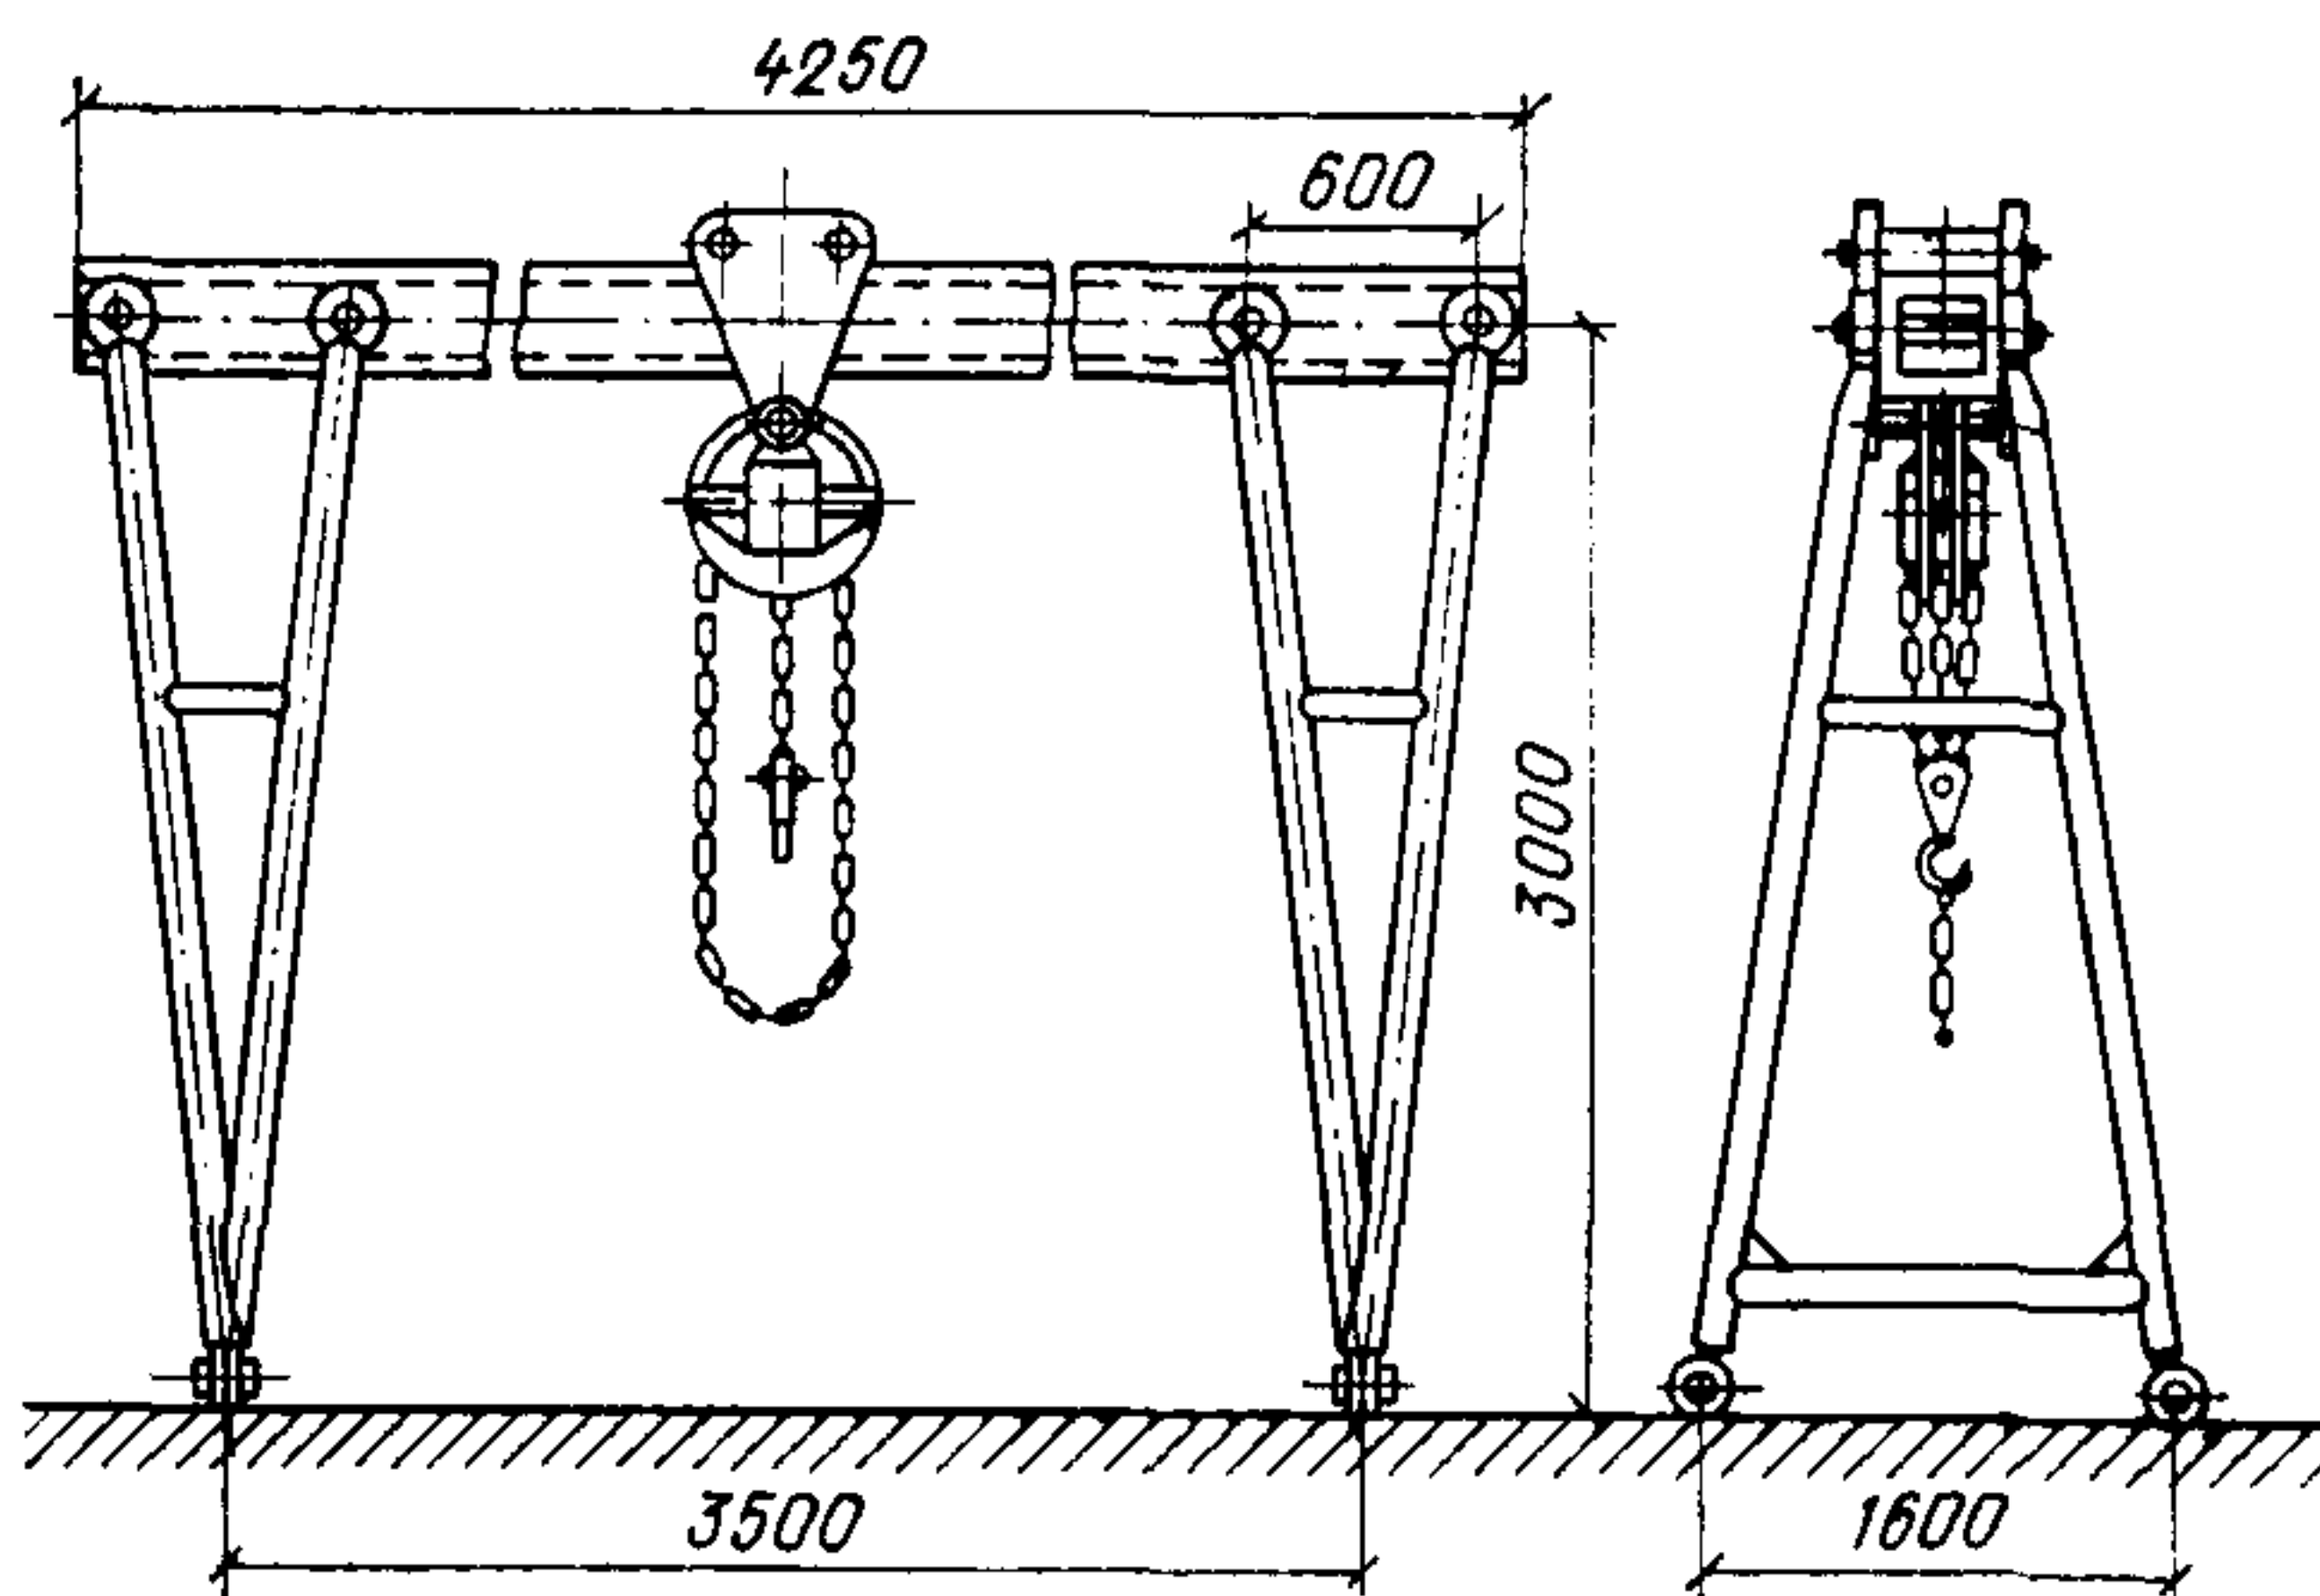

Рис. 1. Грузоподъемные передвижные козлы
2. Простые грузоподъемные передвижные металлические козлы на роликах с телями (рис.1).